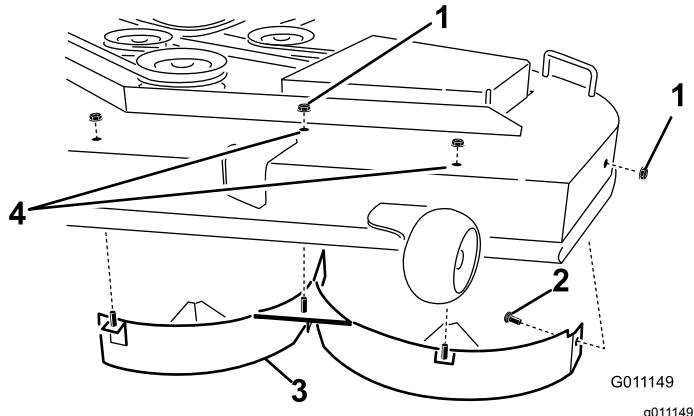

Bild 33
Stellungen befestigt sind (Bild 33). Entfernen Sie die Schlossschraube und die Sicherungsmutter an der Seitenwand des Mähwerks, die das linke Ablenkblech am Mähwerk befestigen.
- Entfernen Sie das linke Ablenkblech vom Mähwerk, wie in Bild 33 dargestellt.
- Finden Sie die zwei Schrauben an den losen Teilen und verwenden Sie die vorhandenen Sicherungsmuttern. Setzen Sie die Befestigungen in die Löcher oben am Mähwerk ein, wie in Bild 33 dargestellt, um das Herausschleudern von Grünabfällen zu vermeiden. Setzen Sie die Schrauben durch die Unterseite des Mähwerks ein und verwenden Sie eine vorhandene Sicherungsmutter, um von oben zu sichern.